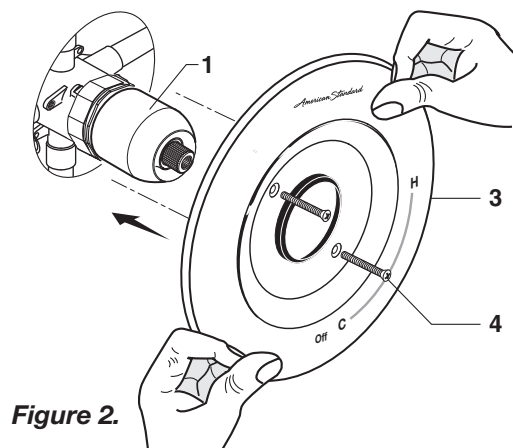

Figure 2.
• **Figure 2.** Enfoncez l'ÉCUSSON (3) sur le CAPUCHON (1) et fixez-le sur le corps de valve avec des VIS LONGUES (4).